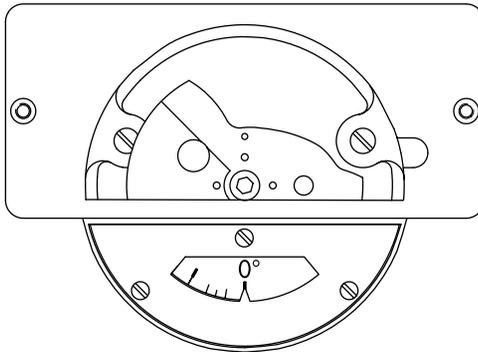

Fig. 8 · Montage sur servomoteurs rotatifs
2.3 Montage sur servomoteurs rotatifs (fig. 8)